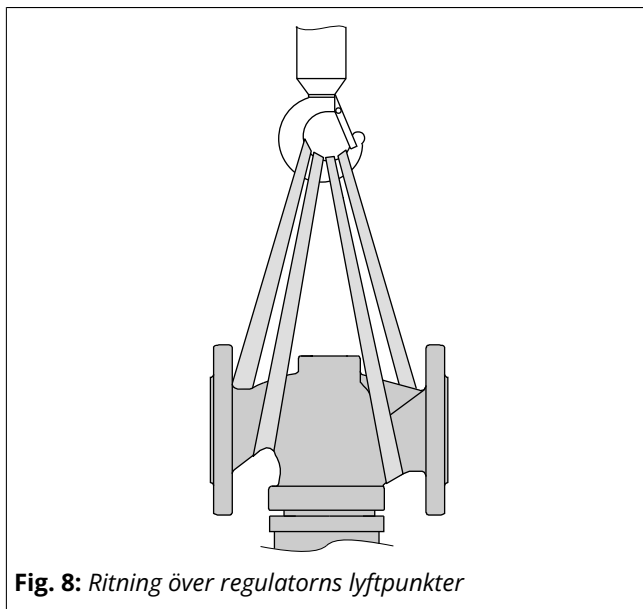

Fig. 8: Ritning över regulatorns lyftpunkter
- ⇒ Använd en krok med säkerhetsspärr för att garantera att slingorna inte glider ur kroken under lyft och transport (se Fig. 8).
1. Fäst en slinga på varje fläns på stommen och på riggningsutrustningen (t.ex. krok) på kranen eller gaffeltrucken (se Fig. 8).